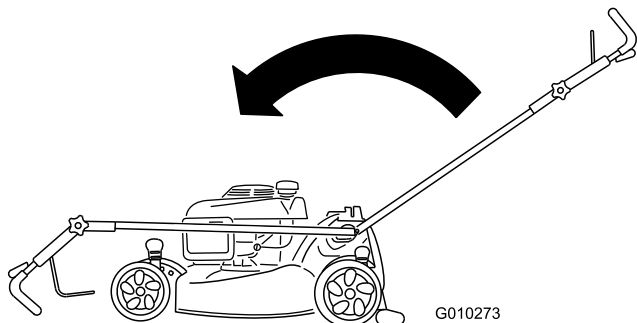

Figura 50
- Mueva el manillar completamente hacia delante y afloje el pomo del manillar superior (Figura 50).